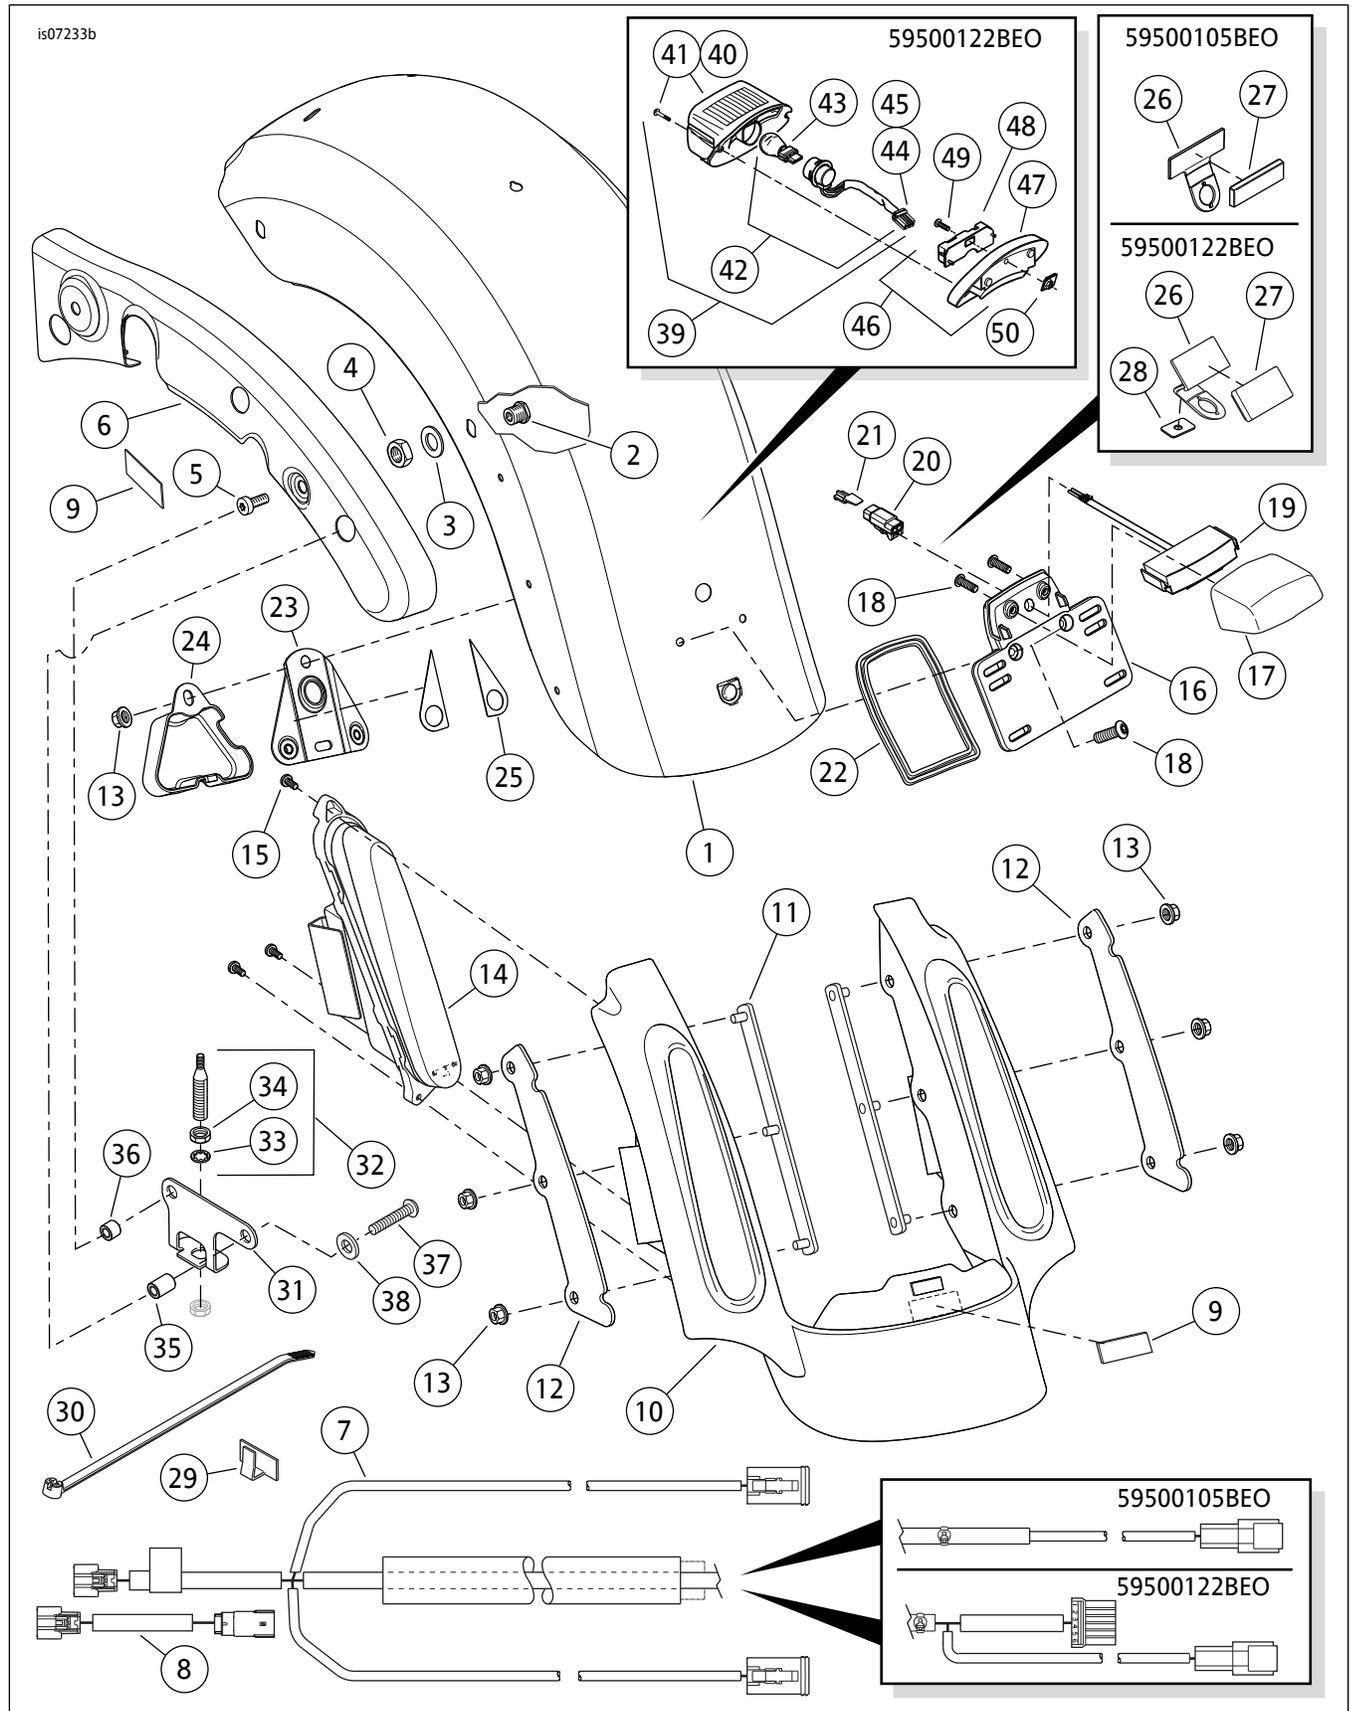

图6。维修零件：FL旅行CVO样式后挡板套件
1. 参见图6。从天线基座组件断开天线线缆。
2. 参见图6。从套件中取出四个5/16-18x25.4 mm (1 in)长度挡板安装螺丝( 5 )。穿过后车架横梁松松地将螺丝安装至挡板两侧最后方安装台。
9. FLHTCU/SE车型: 安装之前拆下的镀铬挡板支架罩。除FLHTCU/SE外的所有车型: 参见图6。安装套件中已喷面漆的挡板支架罩( 6 )。